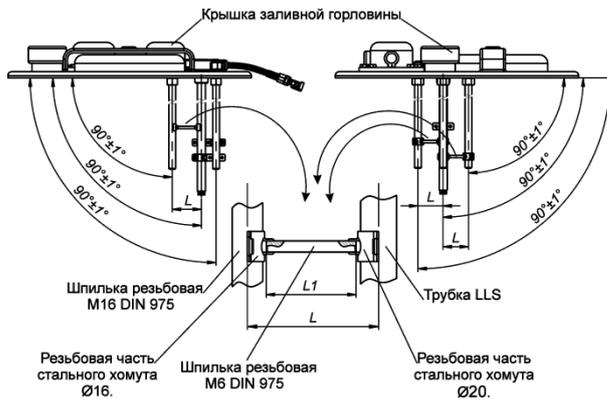

Рисунок 50
7. Определить длину (L1) резьбовой шпильки DIN 975 M6 согласно рисунку (Рисунок 50).
- Вставляя любой стержень Ø3...4 в резьбовые отверстия хомутов, и контролируя размеры (линейные и угловые) указанные на рисунке (Рисунок 50) определите длину L1.